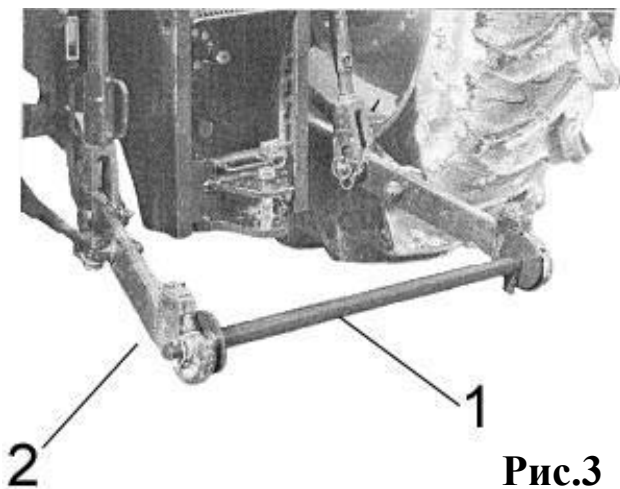

Рис.3
1. Прикрепите штангу сеялки 1 к навесному устройству трактора 2 Рис.3.